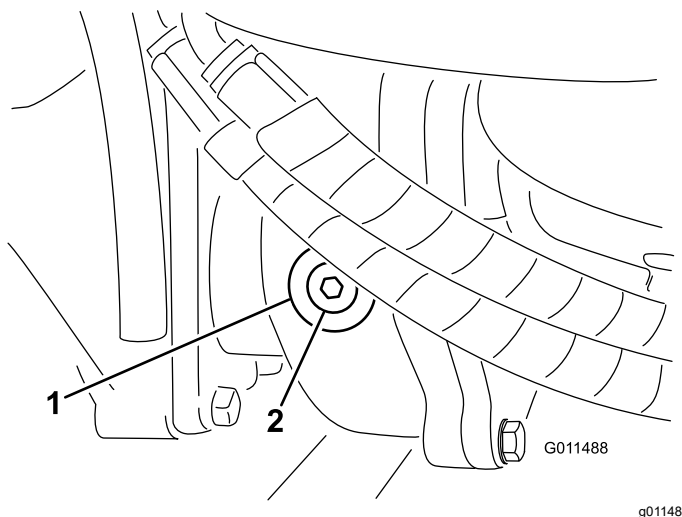

Bild 108
2. Entfernen Sie die Prüf-/Füllschraube an der linken Getriebeseite und stellen sicher, dass das Öl die Unterseite des Lochs erreicht (Bild 108).